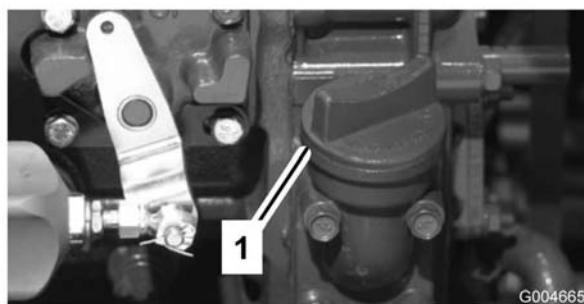

Figure 6
- Si le niveau n'atteint pas le repère du plein, enlevez le bouchon de remplissage (Figure 6) et faites l'appoint jusqu'à ce que le niveau correct soit atteint. **Ne remplissez pas excessivement.**